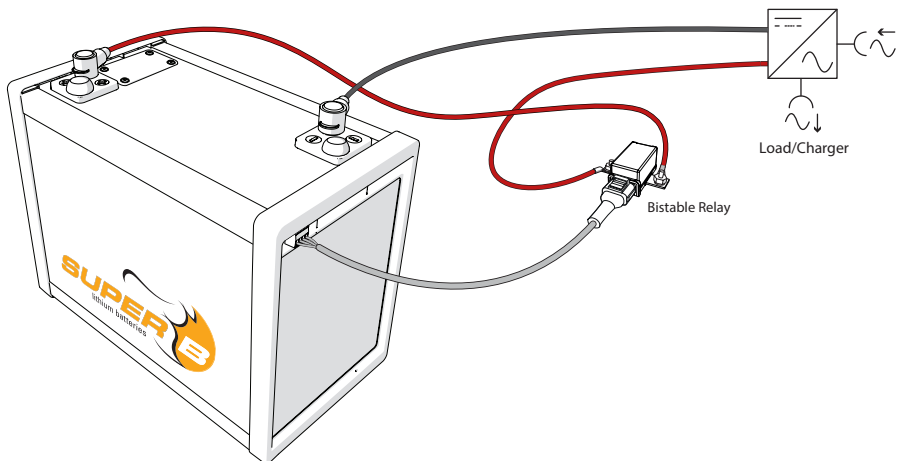

Figure 9. Abbildung 11. Anschluss der Batterie an die Last
2. Verbinden Sie den +-Pol der Batterie mit dem - oder B-Pol des Relais (siehe Abbildung 9).